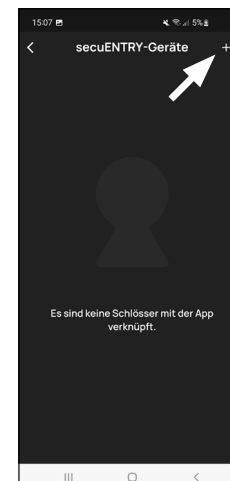

Fig. 2
- 2 O aplicativo mostra uma lista de cilindros já registados. Durante a configuração inicial, ele está vazio. Para configurar um novo cilindro, toque no "+" no canto superior direito (Fig. 2).